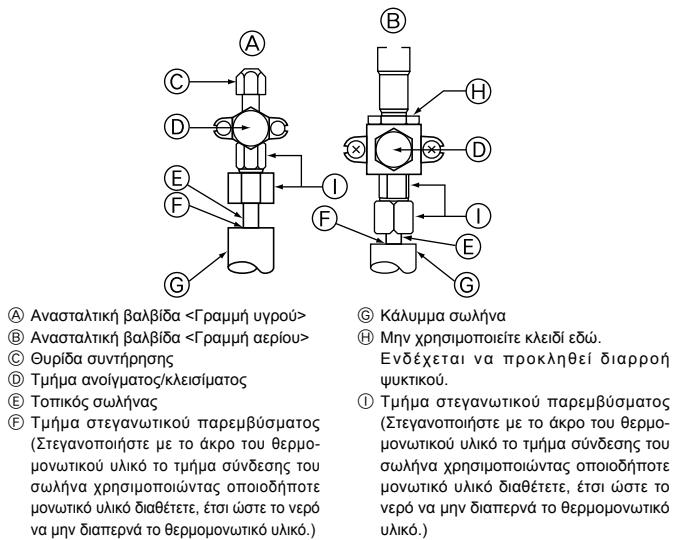

Fig. 4-5
- ② Κάντε εξαερισμό στην εσωτερική μονάδα και στους σωλήνες σύνδεσης.
- ③ Αφού συνδέσετε τους σωλήνες ψυκτικού, ελέγχετε τους συνδεδεμένους σωλήνες και την εσωτερική μονάδα για τυχό διαρροή αερίου. (Ανατρέξτε στην ενότητα 4.4. Μέθοδος ελέγχου αεροστεγανότητας του σωληνώσεων ψυκτικού.)
- ④ Μια αντίλια κενού υψηλής απόδοσης χρησιμοποιείται στη θυρίδα συντήρησης της ανασταλτικής βαλβίδας για τη διατήρηση κενού για αρκετό χρονικό διάστημα (μία ώρα τουλάχιστον αφού η πίσει της φτάσει τα -101 kPa (5 Tort), προκειμένου να πραγματοποιηθεί ξήρανση υγρού στην εσωτερική μονάδα. Ελέγχετε πάντα το βαθμό κενού στην κάσα του μανομέτρου. Εάν στο σωλήνα εξακολουθεί να υπάρχει υγρασία, ο βαθμός κενού μερικές φορές δεν είναι δυνατό να επιτευχθεί με εφαρμογή κενού για μικρό χρονικό διάστημα. Αφού ολοκληρωθεί η ξήρανση υγρού στην εσωτερική μονάδα. Με αυτόν τον τρόπο γίνεται πλήρης σύνδεση των εσωτερικών και εξωτερικών κυκλωμάτων της ψυκτικής ουσίας.
- ⑤ Χρησιμοποιήστε στεγανωτικό υλικό για να σφραγίσετε τα άκρα του καλύμματος των σωλήνων γύρω από τα σημεία σύνδεσης των σωλήνων ώστε να μην είναι δυνατή η εισχώρηση νερού στη θερμομόνωση.
4.4. Μέθοδος ελέγχου αεροστεγανότητας του σωληνώσεων ψυκτικού (Fig. 4-5)